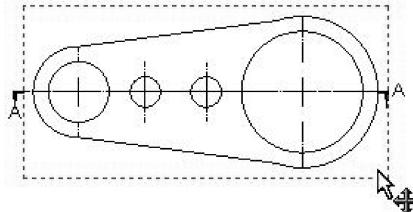

图 10-30 选中要移动的单个视图
- 01 选中需要移动的视图，指针变成 $\nabla$ ，如图 10-30 所示。